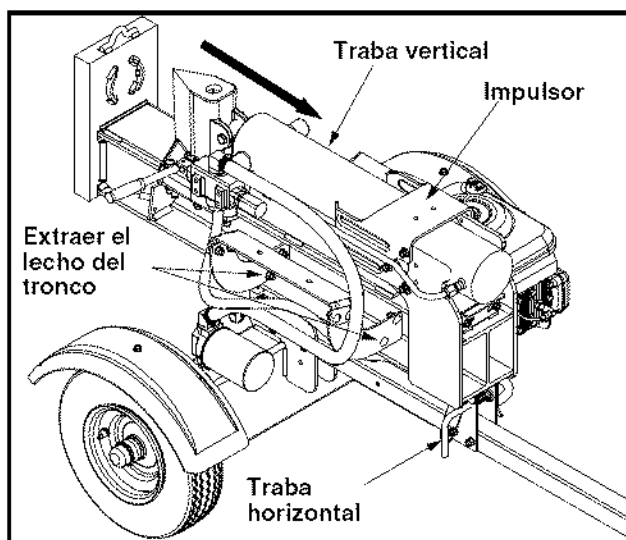

Figura 3
- Desconecte el dislodger del rayo soldado al anaquel por quitando los seis tornillos de maleficio y arandelas planas. Ver la Figura 3.